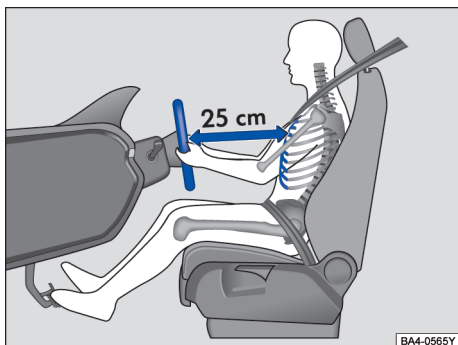

图 23 驾驶员头枕的正确位置
- 调节头枕，使头枕的上沿与您的头顶等高，不可低于眼睛，头部尽可能贴近头枕→图 23。
- 调节头枕，使头枕上沿与头顶等高，但勿低于眼睛，头部尽可能靠近头枕→图 23。
- 正确调节头枕，使其上沿与头顶等高，但勿低于眼睛，头部尽可能贴近头枕→图 23。